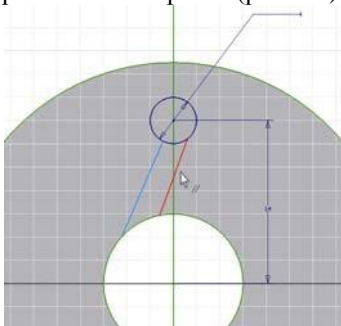

Рисунок 5.3 – Установка параллельности отрезков
- Из списка выберите инструмент  **Параллельность**. И попарно укажите параллельные отрезки (рис. 5.3)